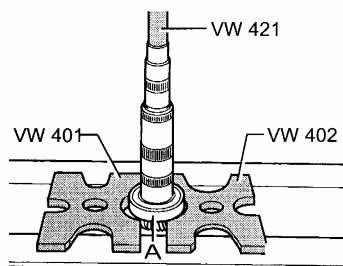

图 12-97 压出大圆锥滚柱轴承内圈
(10) 为了压出大圆锥滚柱轴承内圈，必须放上外圈 A，如图 12-97 所示。